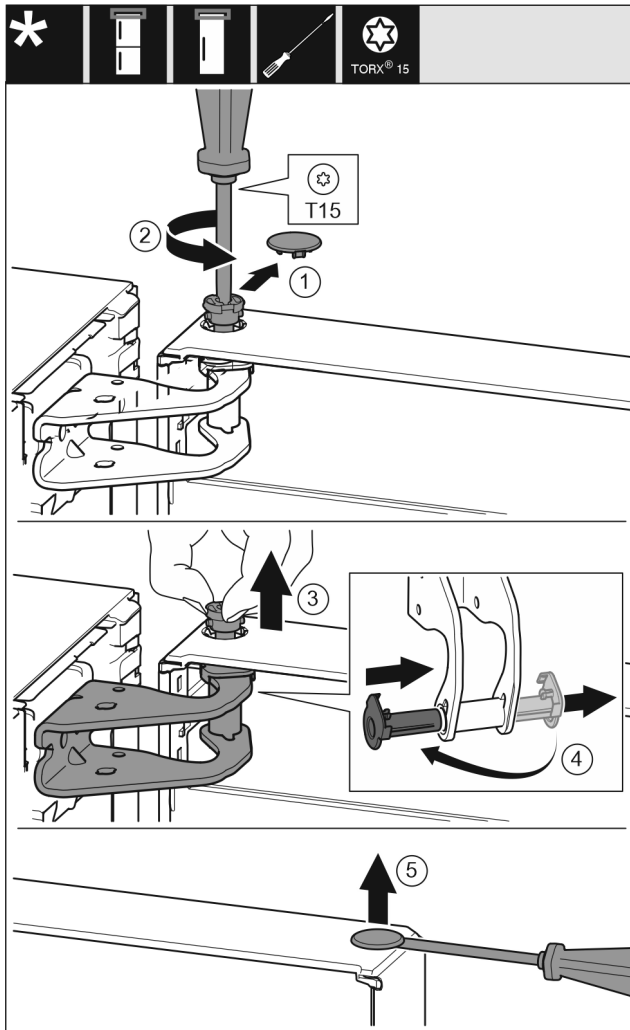

Fig. 10
- ▶ Enlever délicatement le cache de sécurité. Fig. 10 (1)
- ▶ Dévisser légèrement le boulon avec un tournevis T15. Fig. 10 (2)
- ▶ Tenir fermement la porte et sortir le boulon avec les doigts. Fig. 10 (3)
- ▶ Tirer la douille de palier en dehors du guide. La mettre de l'autre côté et l'enclencher. Fig. 10 (4)
- ▶ Soulever délicatement le bouchon en dehors de la douille de palier de porte avec un tournevis plat et le sortir. Fig. 10 (5)